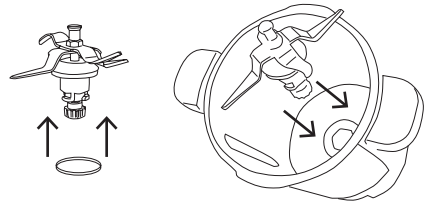

Fig.3
- Sujetar la cuchilla por la parte superior con una mano y agarre el tensor (G) con la otra mano. Colocar el tensor en la parte inferior de la cuchilla y gírelo en el sentido de las agujas del reloj. (Fig.3)